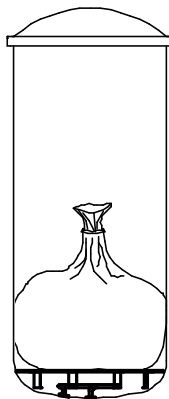
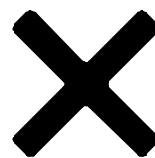

図 2
図 3
- ❷ **バッグを缶内に直に入れないでください。また、詰めすぎないでください。(図 2, 図 3)**